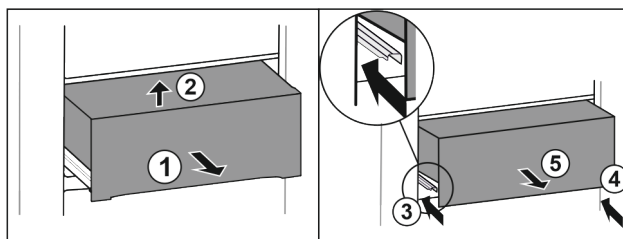

Fig. 40
- Predal izvlecite do polovice. Fig. 40 (1)
- Predal spredaj dvignite. Fig. 40 (2)
- Vstavite levo vodilo. Fig. 40 (3)
- Vstavite desno vodilo. Fig. 40 (4)
- Predal vzemite ven v smeri naprej. Fig. 40 (5)